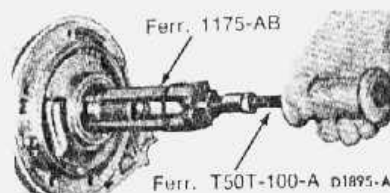
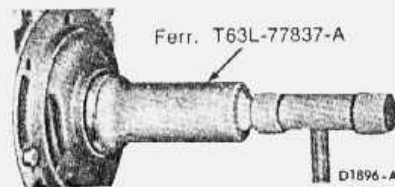

fig. 71 — remoção do vedador da bomba
fig. 72 — instalação do vedador da bomba
7. Se for necessário substituir o vedador da bomba, montar a bomba na caixa da transmissão e remover o vedador com a ferramenta mostrada pela fig. 71. Para instalar o vedador novo, usar a ferramenta mostrada na fig 72.